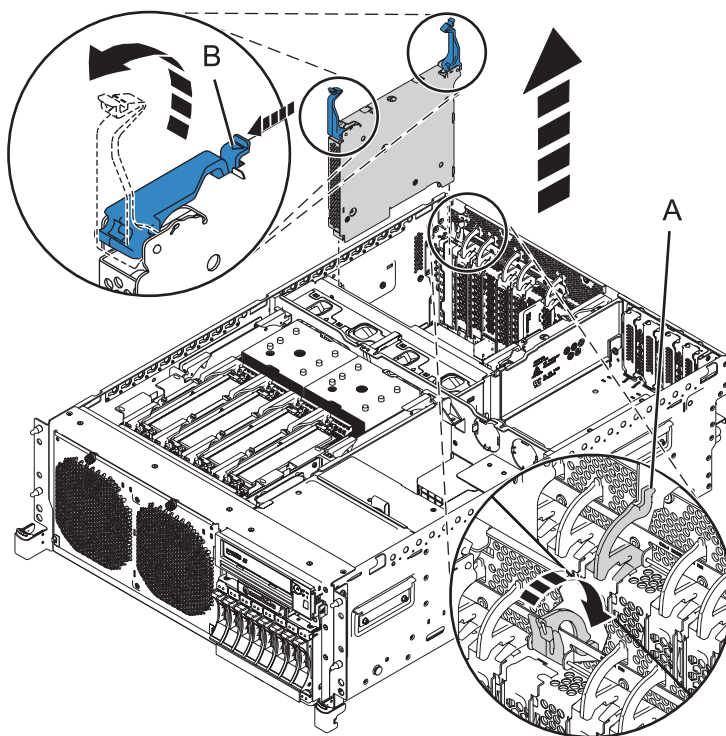
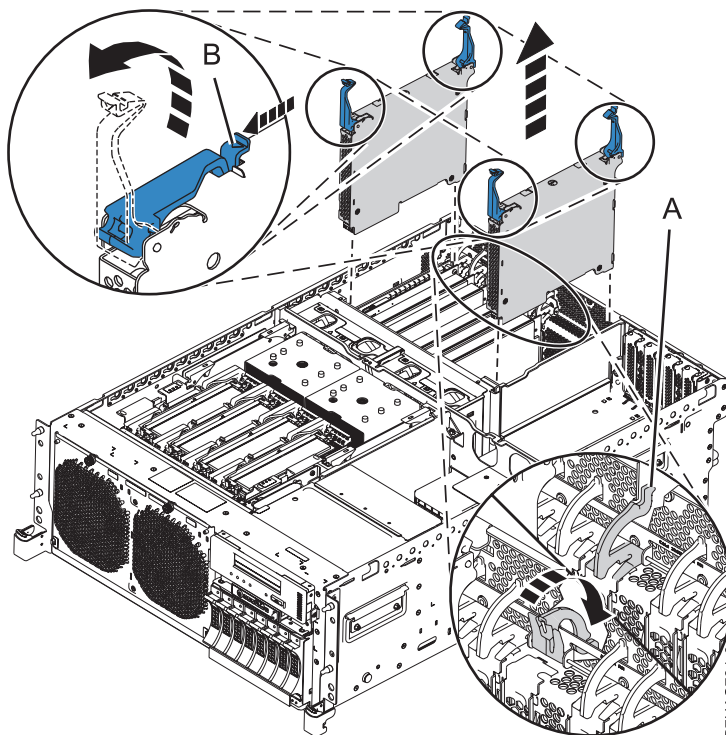

Figure 7. Retrait de l'adaptateur GX sur un système 8202-E4B ou 8205-E6B monté en armoire
Figure 8. Retrait de l'adaptateur GX (code dispositif EJ03) d'un système 8202-E4C, 8202-E4D, 8205-E6C ou 8205-E6D monté en armoire
12. Avec le système en position de maintenance, retirez le bloc d'adaptateurs existant comme indiqué à la figure 7, à la page 10 et la figure 8, à la page 10. Déverrouillez le taquet de l'emplacement d'adaptateur **(A)** en tirant dessus vers l'arrière du système.